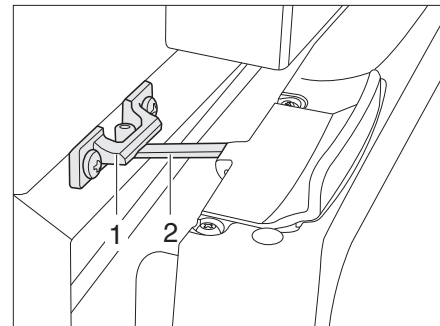

Fig. 143 Porte du réfrigérateur en position de ventilation (Thetford)
- Ouvrir le verrouillage (Fig. 143,2) et l'enclencher dans le logement de verrouillage (Fig. 143,1). La porte du réfrigérateur reste ainsi légèrement ouverte.